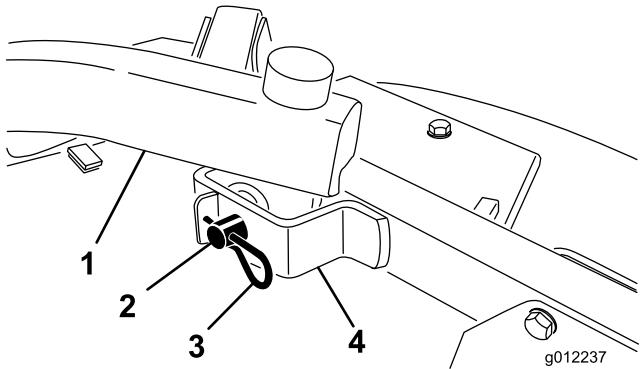

図 21
- 昇降アームをキャスター・アーム・ブラケットに固定しているヘアピン・コッターとクレビス・ピンを外す (図 21)。